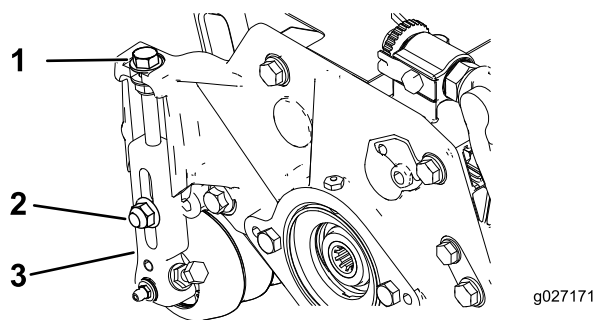

Figura 15
1. Allentate i dadi di bloccaggio che fissano i bracci di regolazione dell'altezza di taglio sulle piastre laterali dell'apparato di taglio (**Figura 15**).